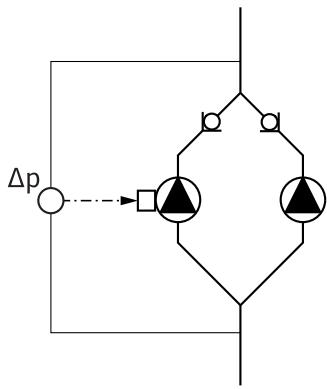

Fig. 13: Eksempel, tilkobling differensialtrykktransmitter
- I eksempelet i fig. 13 er masterpumpen den venstre pumpen i strømningsretningen. Koble differensialtrykktransmitteren til denne pumpen. Målepunktene til differensialtrykktransmitteren på masterpumpen må – i respektivt samlerør – ligge på suge- og trykksiden til dobbeltanlegget (fig. 13).